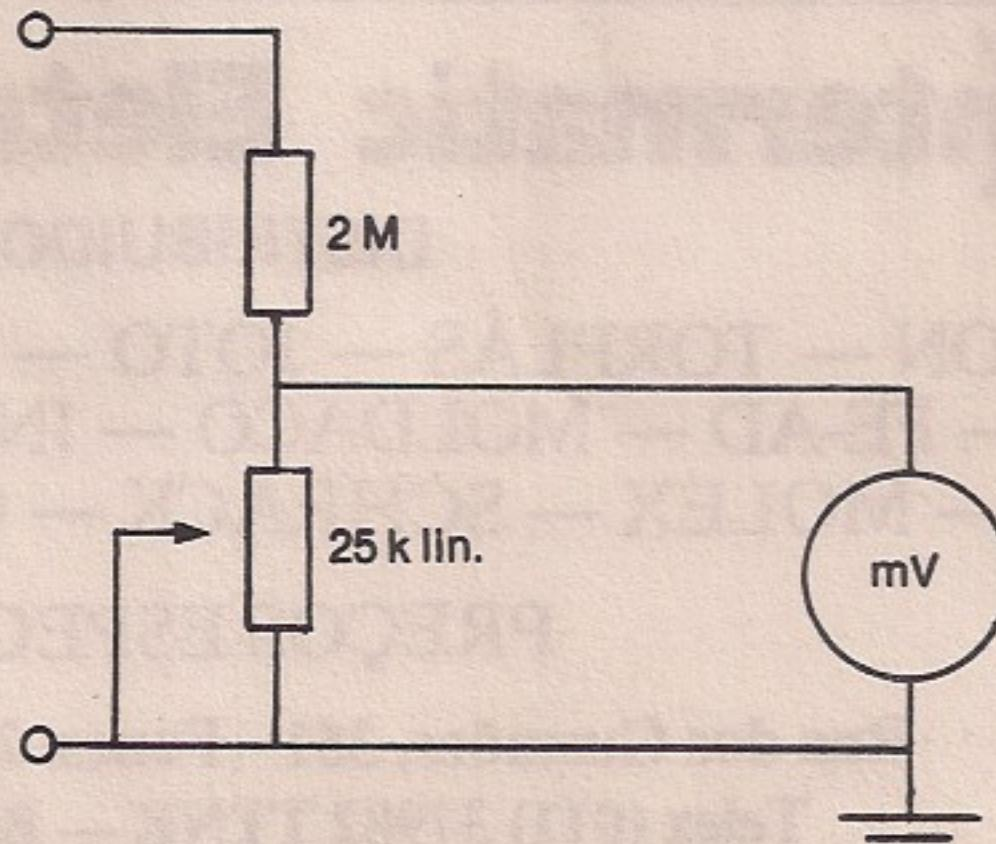

Figura 1
um método simples de medir capacitores é a utilização de um divisor de tensão capacitivo como indicado na figura 1, onde "E" representa uma tensão alternada fornecida por um gerador, (CN) uma capacitância padrão, "E1" a tensão medida em seus terminais (com auxílio do voltímetro eletrônico) e "Cx" a capacidade a ser medida.
Se escolhermos três valores para C_N , segundo a figura 1, esquema (b), as faixas de alcance serão: